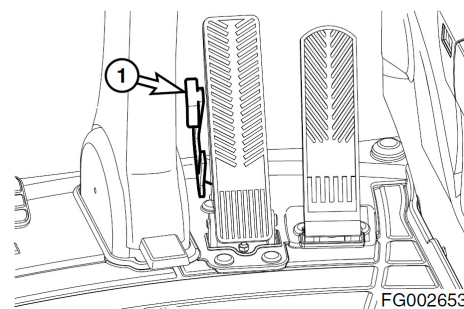

Рис. 32
**ПРИМЕЧАНИЕ:** При нажатии педали тормоза до упора включится механическая блокировка, фиксирующая педаль в нажатом до упора положении (1, рис. 32). Нажать на рычаг фиксатора, и педаль тормоза вернется в исходное поднятое положение.